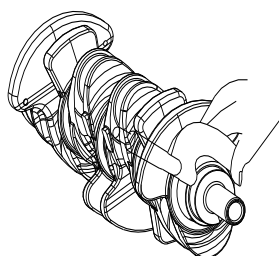

Рис. 4-2
2. Измерение отклонения коренной шейки от цилиндричности. С помощью микрометра измерьте диаметр каждой шейки в нескольких сечениях по ее длине и в нескольких местах каждого сечения. Разность исходного диаметра шейки и измеренных значений равна отклонению шейки от цилиндричности. Если какая-либо шейка серьезно повреждена, имеет неравномерный износ или ее отклонение от цилиндричности выше предельно допустимого, отшлифуйте шейку или замените коленчатый вал (см. рис. 4-2). Предельное отклонение от цилиндричности коренной шейки коленчатого вала: 0,006 мм.